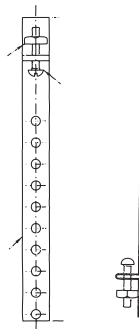

图 1
2. 有两种类型的绑扎带，如图1的单排孔类型或者如图2的自带成型弧度的用于放置感温包的三排孔类型。